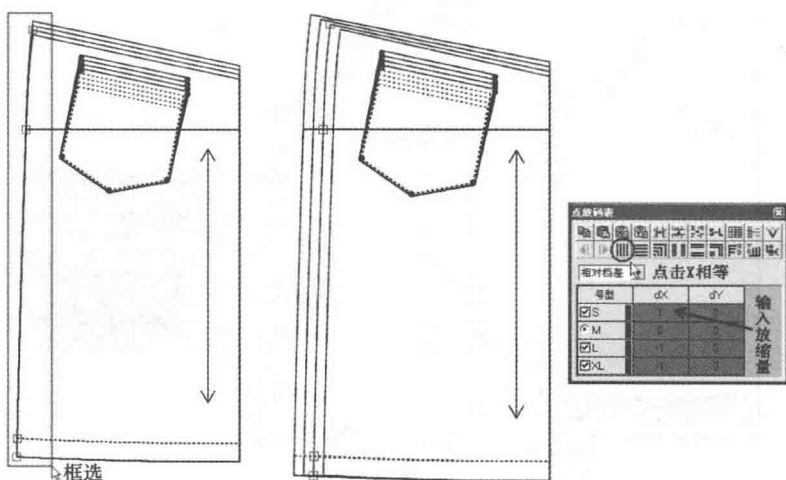

图5-43 后片侧缝放缩效果图
(13) 用  【选择纸样控制点】工具框选后片侧缝，在【横向放缩】栏输入放缩量1cm，然后点击X相等（图5-43）。